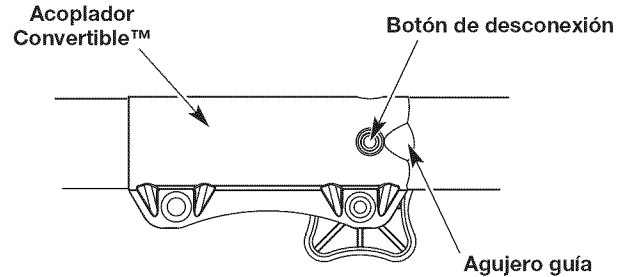

Fig. 5
2. Sosteniendo firmemente el accesorio de corte u otro accesorio, empujelo directamente dentro del acoplador Convertible™ hasta que el botón de desconexión encaje sólidamente en el orificio principal (Fig. 5).
**NOTA:** Alinear el botón de desconexión con el agujero guía facilitará la instalación (Fig. 5).
2. Oprima y sostenga el botón de desconexión (Fig. 5).